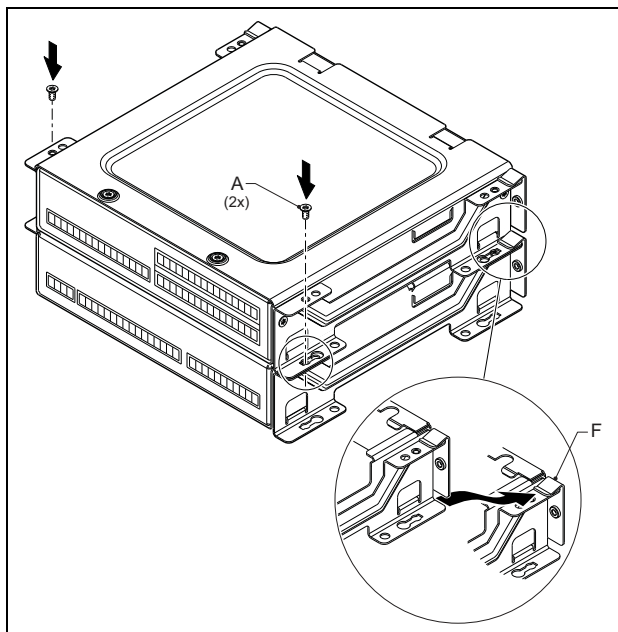

рисунок 20.11: Установка модулей штабелями
- 7 Установите верхний модуль на нижний (см. рисунок 20.11).